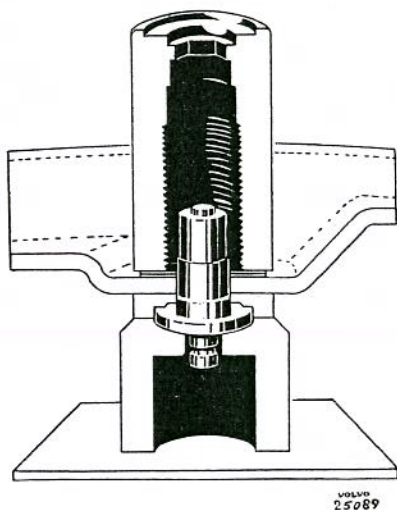

Bild 16. Mont. av brickor.
2. Vänd underläggshylsan och lägg en ny bult ovanpå densamma. Träd justerkam (4), bromssköld (1), underläggsbricka (3) och den fjädrande innertandade brickan (2) på bulten. Pressa ned brickorna med hjälp av stukningsverktyget, se bild 16.